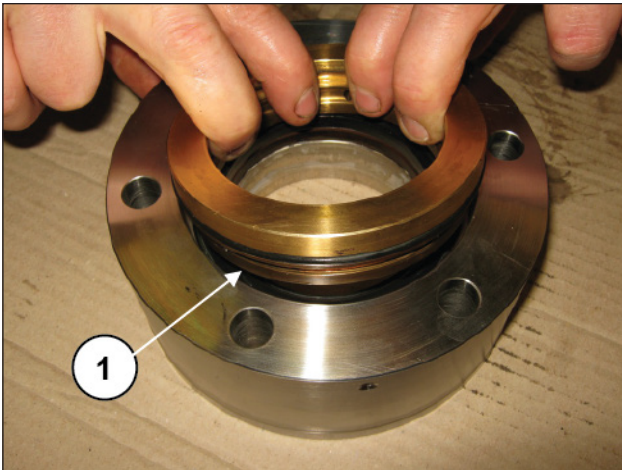
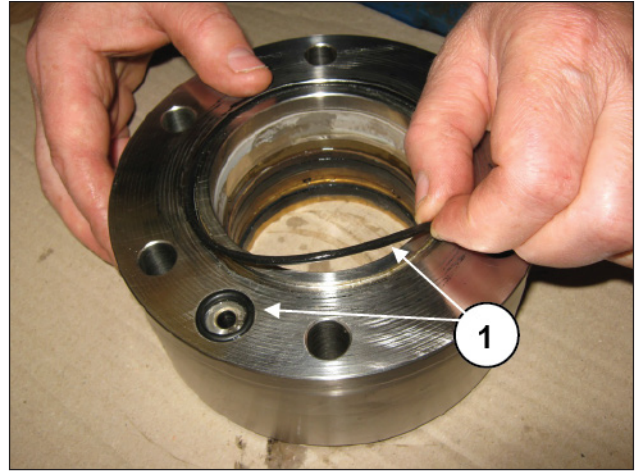

Abb. 225
Abb. 226
Montieren Sie den Dichtungshalter auf der Buchse (Pos. ①, Abb. 225), montieren Sie die O-Ringe (Pos. ①, Abb. 226) auf der Auflagefläche der Buchse.